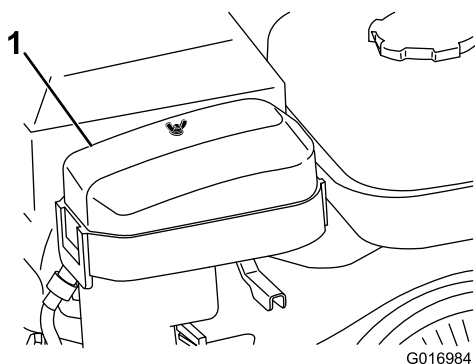

Figura 25
- Retire las tuercas de orejeta que sujetan la tapa del limpiador de aire al limpiador de aire y retire la tapa (Figura 25).